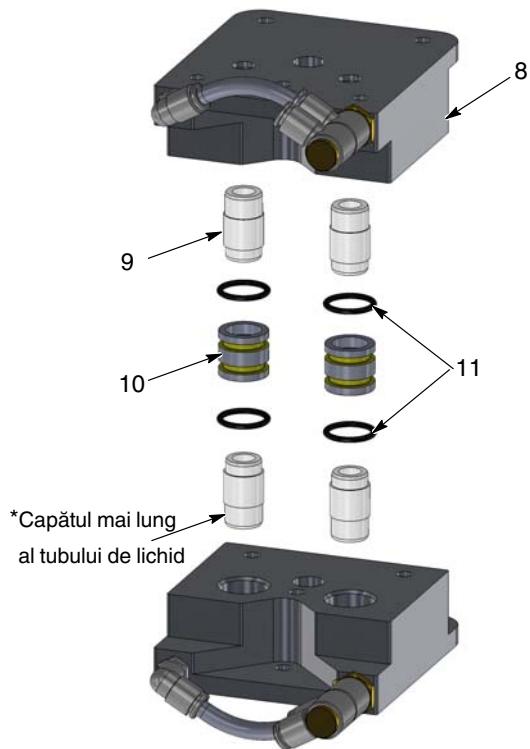

Figura 6 Componentele blocului sifon intermediar
5. Vezi Figura 6. Mișcați șurubelnița înainte și înapoi pentru a scoate tuburile de lichid (9).
**NOTĂ:** Respectați orientarea tubului de lichid în timpul dez asamblării. Capătul mai lung al tubului de lichid trebuie introdus în blocul intermediar (8).
1. Folosind un deget, așezați în siguranță două inele de etanșare (12) în fiecare bloc intermediar (8).
2. Folosind o șurubelniță mare cu cap plat, introduceți două supape de control (14) în fiecare bloc intermediar (8).
3. Folosind o cheie Allen de 10 mm, introduceți două fittinguri (13) în fiecare bloc intermediar (8).
4. Vezi Figura 6. Pentru a conecta cele două blocuri intermediare (8), introduceți două tuburi de lichid (9) în fiecare bloc intermediar. Fixați două inele de etanșare (11) pe fiecare bucsă (10). Aplicați o presiune ușoară pentru a fixa împreună cele două blocuri intermediare.